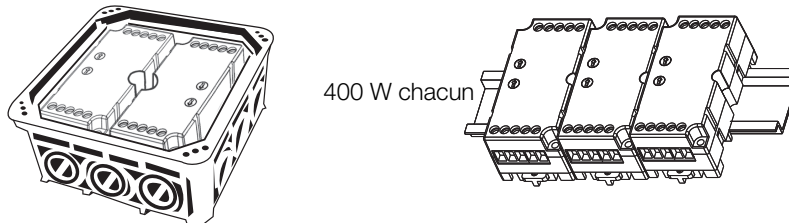

fig. 34 Limitation de charge en cas de juxtaposition de plusieurs variateurs
- > En cas de juxtaposition de plusieurs variateurs, il faut respecter la limite de charge selon la fig. 34.